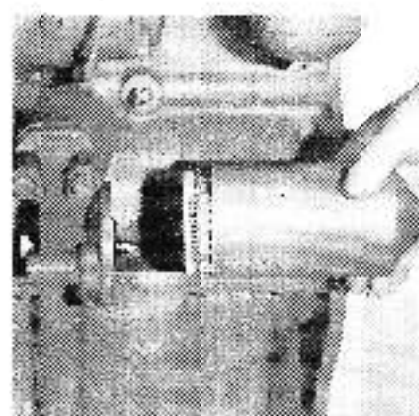

Fig. 12
- b) Séparer la cuve de la tête du filtre (fig. 12).